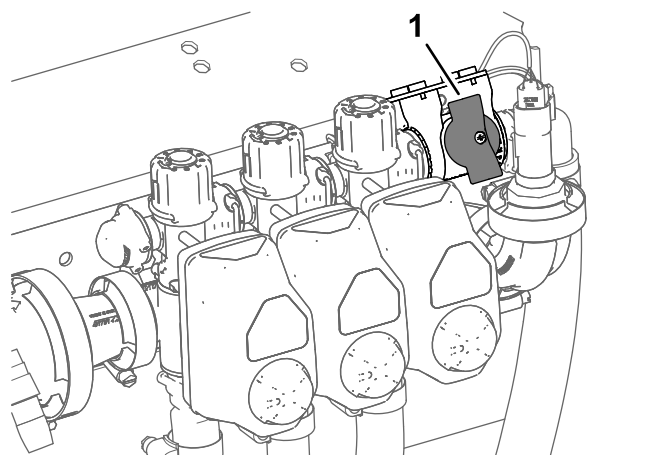

Figura 45
4. Per le macchine utilizzate in modalità tasso di applicazione, assicuratevi che la manopola della valvola di intercettazione del bypass delle sezioni sia sulla posizione chiusa (Figura 45).
5. Se la macchina è utilizzata in modalità tasso di applicazione, assicuratevi che la valvola di intercettazione del bypass delle sezioni sia chiusa (Figura 45).